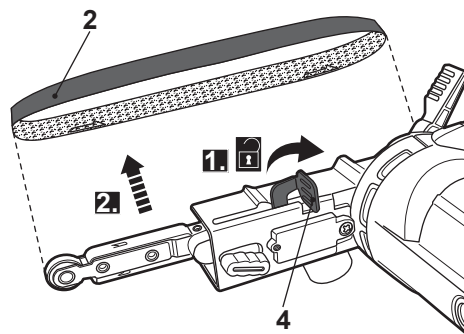

Fig. 6
- > Puxe a alavanca de sujeição (4) para fora e retire a correia abrasiva (2) (Fig. 6).
- > Coloque uma correia abrasiva (2) nova se for necessário.